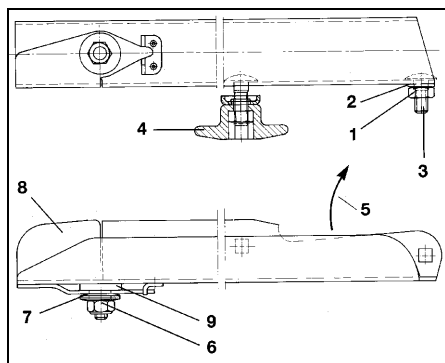

Fig. 59
- Lossa den självlåsande muttern (Fig. 59/1).
- Demontera brickan (Fig. 59/2) och skruven (Fig. 59/3).
- Lossa vingmuttern (Fig. 59/4) och byt spridarvinge.
- Den självlåsande muttern (Fig. 59/1) ska vara så åtdragen att spridarvingen går att vrida för hand
Se till att spridarvingen blir korrekt monterad. Den öppna sidan av den u-formade spridarvingen ska peka mot rotationsriktningen (Fig. 59/5).